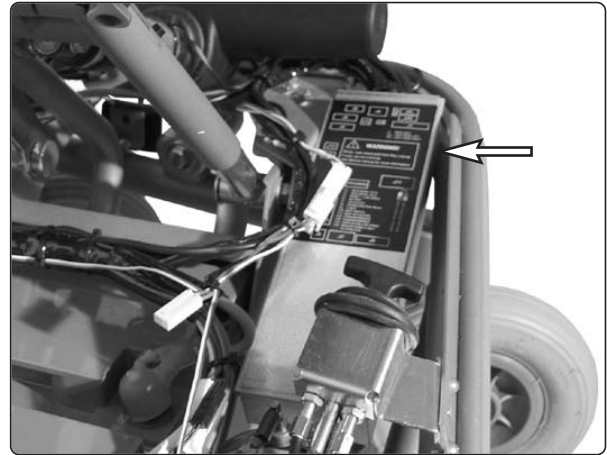

Abb. 45. Das Gehäuse mit SLS-Treiberstufe und Platine befindet sich an der linken Chassisseite.
5. Nehmen Sie den Deckel vom Gehäuse ab, in dem sich die SLS-Treiberstufe und Sitzfunktionenplatine befinden, siehe Abb. 45.